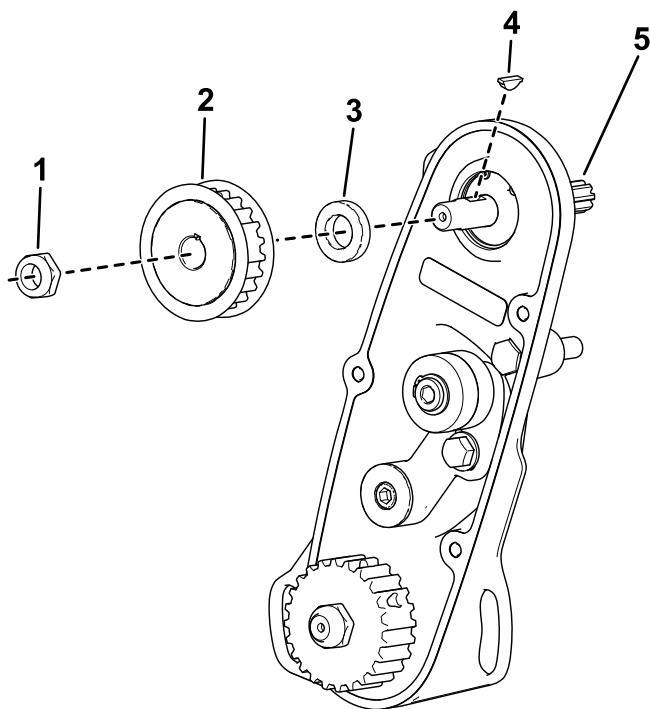

Bild 5
- F. Entfernen Sie die Mutter, die Riemenscheibe, das Distanzstück und die Passfeder (Bild 5).
G. Entfernen Sie die vorhandene Spindeltriebswelle (**Bild 5**).